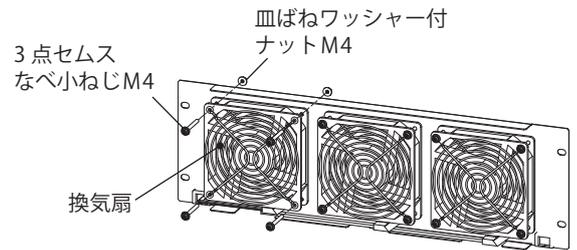

図5
2. 換気扇を取付けている3点セムスなべ小ねじM4および皿ばねワッシャー付ナットM4(各4カ所)を取外してください。(図5)